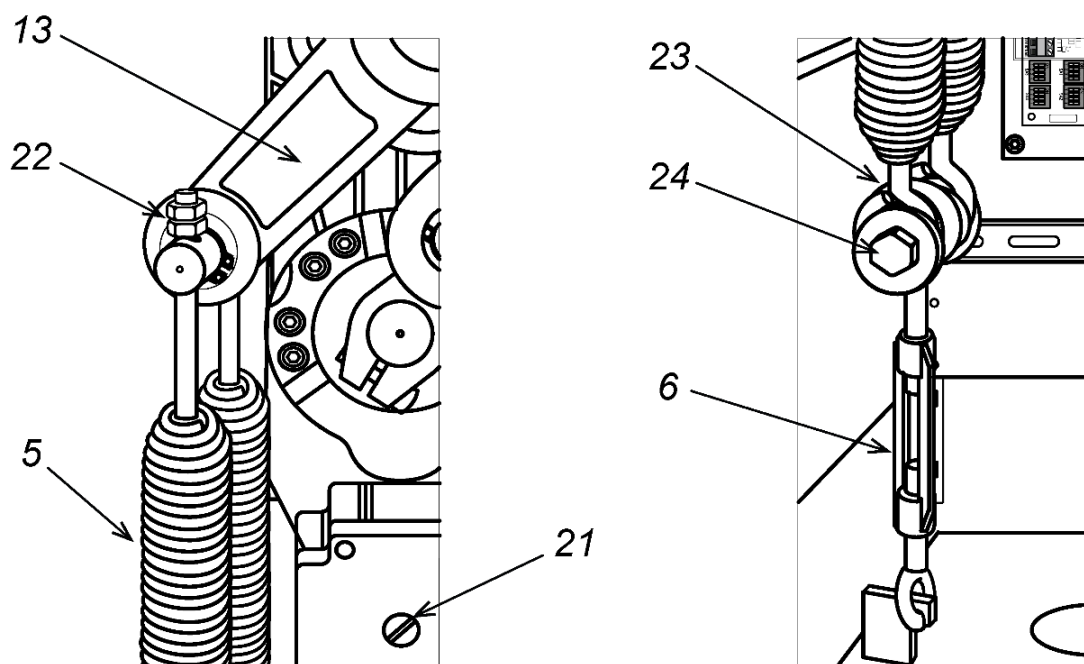

Рисунок 15. Установка балансировочных пружин
Снятие или установку стрелы производите при снятых балансировочных пружинах (см. разд. 8.5.6). Переведите кронштейн крепления стрелы в горизонтальное положение, для чего вращайте винт (ручку) разблокировки привода (21) по часовой стрелке до упора (см. рис. 15).
2. Снимите дверцу (2), открыв замок ключом.
3. На приводе стрелы переведите рычаг (13) в нижнее положение (см. рис. 15). Для этого шлицевой отвёрткой вращайте винт (ручку) разблокировки привода (21) против часовой стрелки, пока стрела не разблокируется из крайнего положения, затем вручную поднимите
5. Также регулировать натяжение пружин можно при помощи гаек (22) на верхних шпильках пружин (см. рис. 15), при этом над гайками у обеих пружин должно быть примерно одинаковое количество витков резьбы, но не менее 3-5 витков.